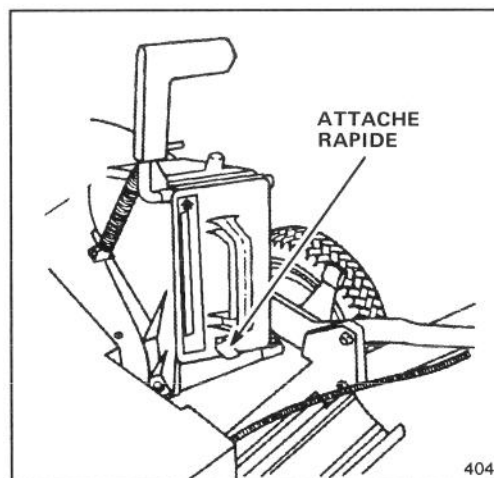

Figure 5
3. Enfoncer complètement l'obturateur jusqu'à ce que l'attache rapide qui se trouve au bas de l'obturateur s'encliquette en place, verrouillant solidement l'obturateur dans le canal d'éjection (Fig. 5). Relâcher la poignée du volet de l'éjection pour verrouiller le haut de l'obturateur.